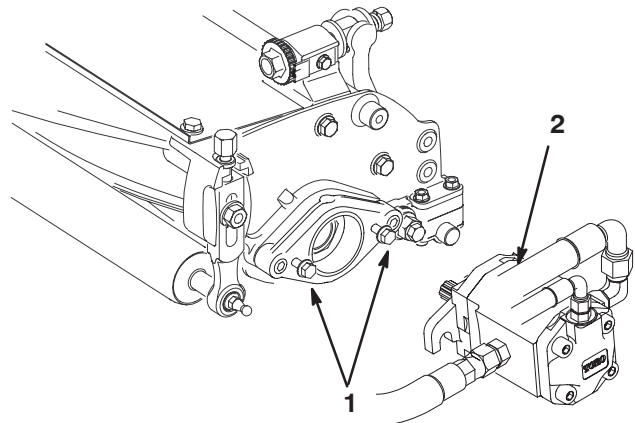

Bild 20
- 9. Bringen Sie die Befestigungs-Kopfschrauben an, mit denen die Spindeltriebsmotoren an jedem Mähwerk befestigt werden. Lassen Sie ungefähr 13 mm Gewinde an jeder Befestigungsschraube sichtbar (Bild 20).
11. Fetten Sie die Keilwelle des Motors mit frischem Fett ein und bringen den Motor durch Drehen nach rechts an, so dass die Motorflansche von den Bolzen entfernt sind. Drehen Sie dann den Motor nach links, bis die Flansche die Bolzen umhüllen. Ziehen Sie jetzt die Befestigungsmuttern fest (Bild 20).